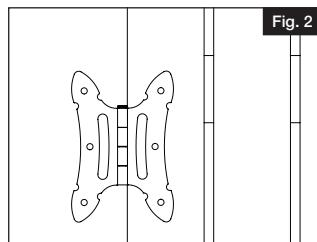

Fig. 2
- Aligner la charnière sur la traverse diagonale à l'arrière de la barrière de manière à ce que les vis pénètrent dans la traverse (Fig. 2).